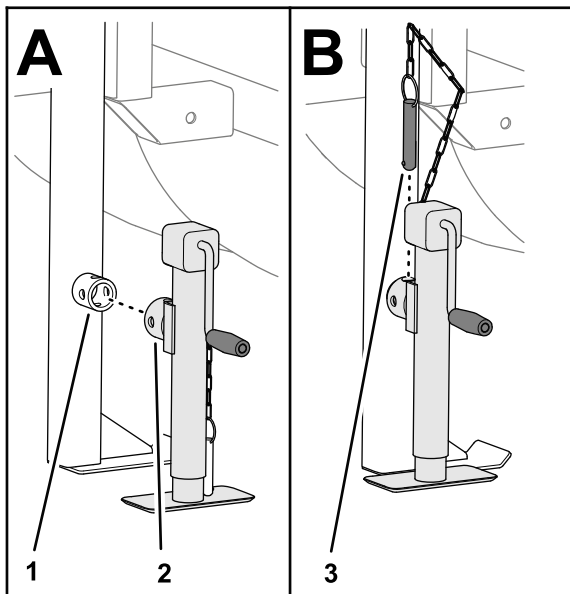

Figura 24
- Monte o macaco verticalmente no apoio traseiro e prenda o macaco com o pino (Figura 24).